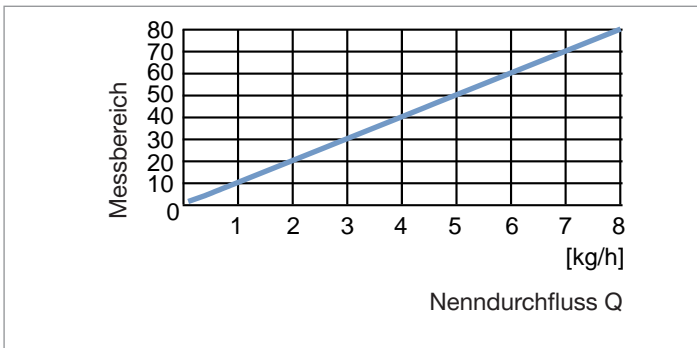

Abb. 8: MFC: Messbereich abhängig vom Nenndurchfluss
• Maximaler Messbereich	• 1:80 Der Messbereich ist definiert als das Verhältnis von $Q_{nominal}$ des Produkts zu Q_{min} . $Q_{min} = 0,1$ kg/h. Siehe Abb. 8 .